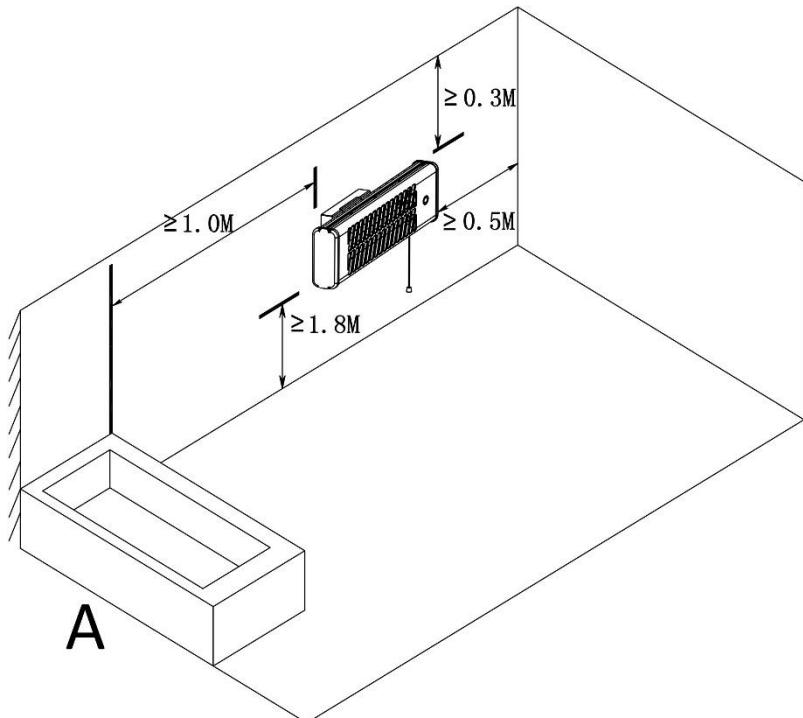
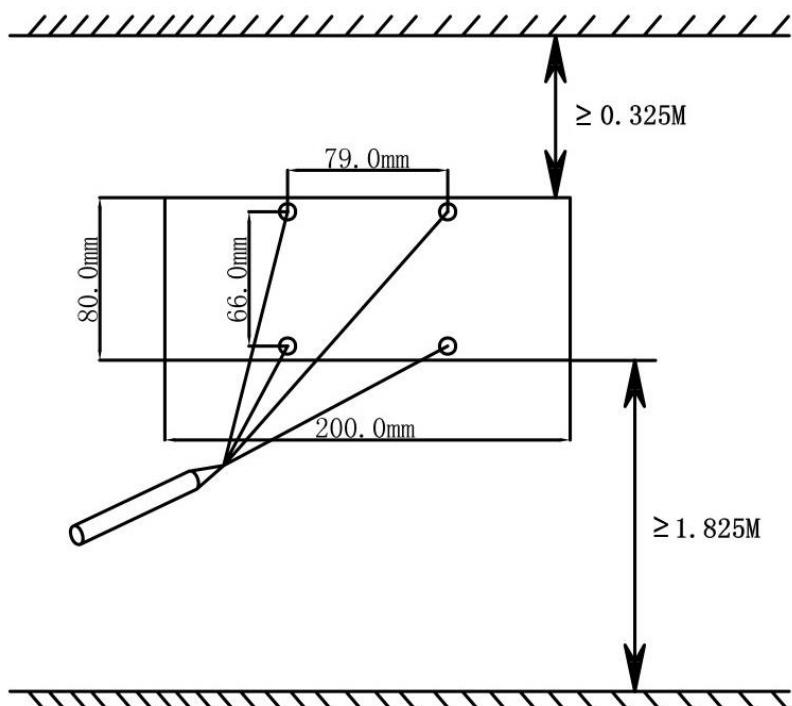

Imagen 3
Imagen 4
20. Mantenga distancias seguras de acuerdo con los estándares europeos y las normas nacionales indicadas en la imagen 3.
2. El calefactor de cuarzo solamente debe instalarlo en una posición horizontal. No lo instale en el techo o verticalmente. Respete las distancias mínimas indicadas en la imagen 3 durante la instalación. El aparato de calefacción debe montarse, como mínimo, a una altura de 1800 mm, a 300 mm del techo y a 500 mm de las paredes.
3. Encuentre la posición que sea más adecuada para no bloquear el acceso al cordel y el interruptor, manteniendo siempre las distancias de seguridad indicadas en la imagen 3. Marque los agujeros en la pared donde vaya a montar el aparato de calefacción. Tome las medidas de la imagen 4 como referencia. Marque con una cruz el centro del agujero para una perforación más precisa (ver imagen 4).